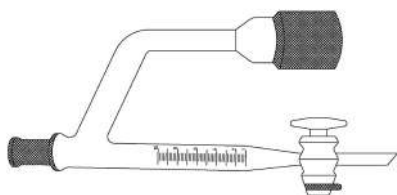

Рис. 59. Насадка Дина-Старка
3. **Насадка Дина-Старка** (рис. 59) — специализированный лабораторный прибор, предназначенный для удаления воды, которая образуется в результате некоторых химических синтезов (например, синтеза сложных эфиров, оснований Шиффа). Кроме этого, насадка позволяет оценить процентное содержание воды в перегоняемой смеси (параллельное ответвление имеет градуировку). Нижним kernом